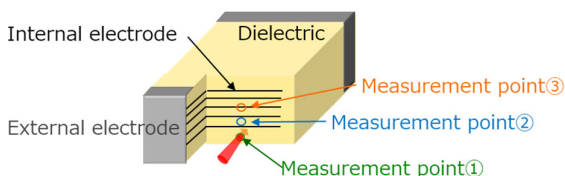
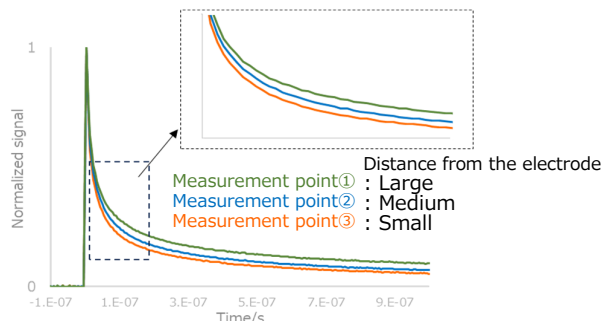

Fig.2 Measurement positions of the multilayer ceramic capacitor
Fig.3 Thermoreflectance signals by the front heating/front detection method
MLCCは誘電体と電極が交互に積層した構造体のため、異種積層の界面による物性低下が危惧されます。Fig.2の模式図のようにMLCCの内部を切断して測定し、得られたデータをFig.3に示します。熱浸透性の傾向は測定箇所①<②<③となり、電極への距離とは負の相関を示します。測定箇所②と③に大きな差が見られないことから、測定箇所③は電極/誘電体間の界面熱抵抗の影響を受けた可能性が考えられます。